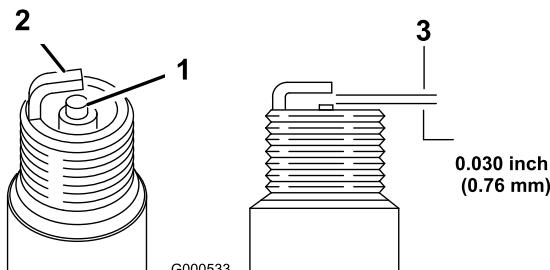

Figura 29
- Controllate il centro della candela (Figura 29). Se l'isolatore è marrone chiaro o grigio, il motore funziona correttamente. Una patina nera sull'isolatore significa in genere che il filtro dell'aria è sporco.
- Controllate la distanza tra gli elettrodi centrale e laterale (Figura 29). Se la distanza non è esatta, piegate l'elettrodo laterale (Figura 29).